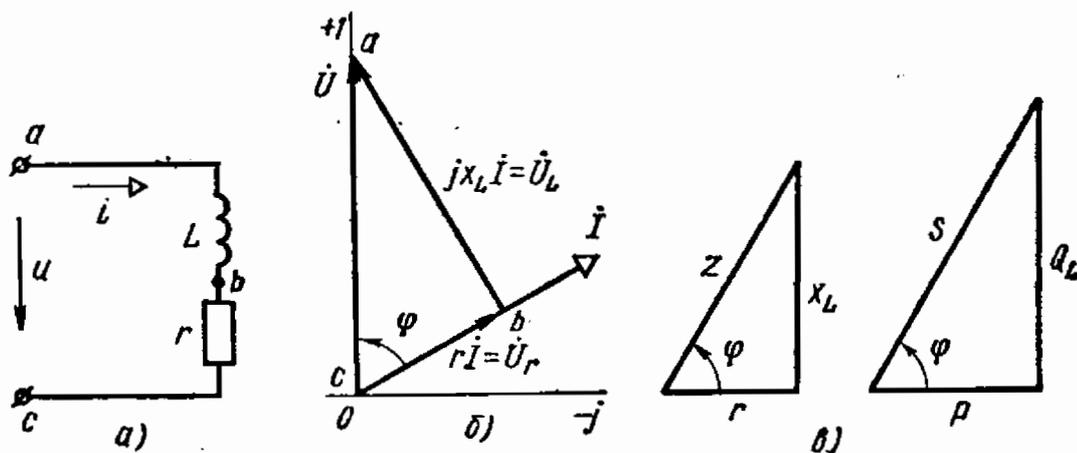

Рис. 3.13
3.13. В сеть напряжением $U = 120$ В и частотой $f = 50$ Гц включена индуктивная катушка с активным сопротивлением $r = 12$ Ом и с индуктивностью $L = 66,2$ мГ (рис. 3.13, а).
Вектор тока и топографическая диаграмма напряжений построены на рис. 3.13, б, а треугольники сопротивлений и мощностей приведены на рис. 3.13, в.